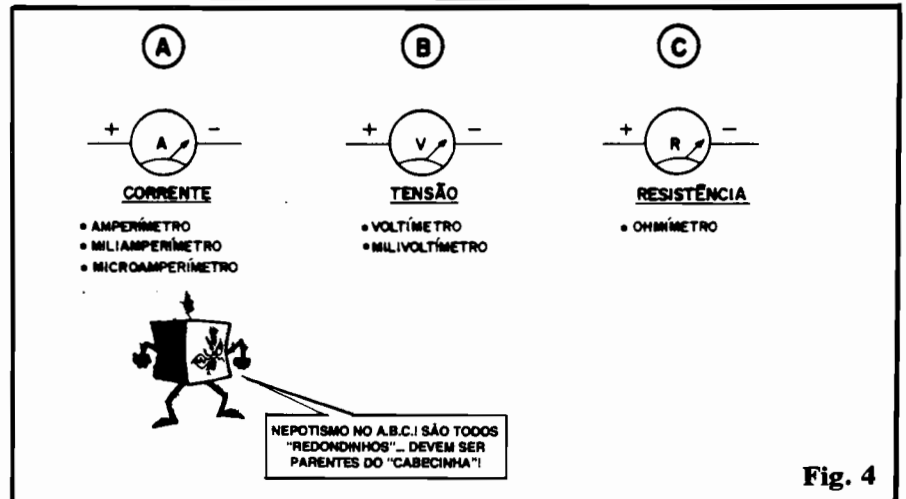

Fig. 4
- FIG. 4 - Depois de devidamente "transformados", para permitirem a medição das "outras" grandezas elétricas, os símbolos adotados pelos galvanômetros (agora "especializados"...), podem receber indicações claras quanto às suas funções: em 4-A temos o símbolo para um "correntímetro", ou seja, um medidor capaz de nos indicar a quantidade de Ampères, Milliampères ou Microampères. Em 4-B temos o símbolo genérico para um voltímetro, ou seja, um galvanômetro adaptado para "ler" Volts ou Milivolts. Finalmente, em 4-C vemos a simbologia genérica para um galvanômetro adaptado para ohmímetro, ou seja: para medir Resistência!